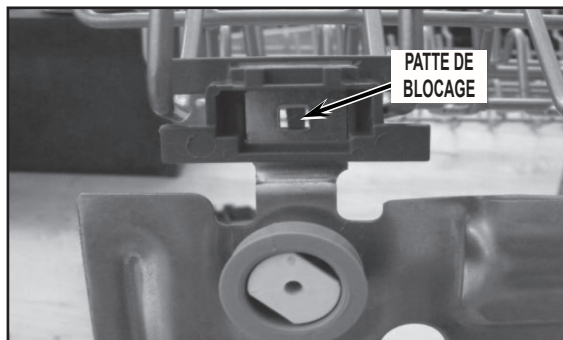

FIGURE 5
7. Une fois l'attache enfoncée dans les languettes métalliques, une petite patte de blocage verrouille l'attache à la languette métallique. Voir la *Figure 5*.